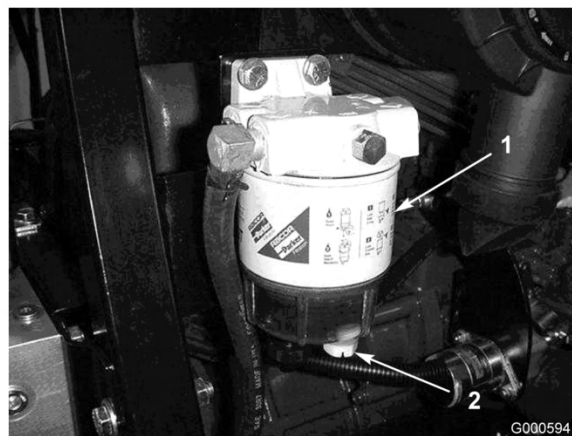

Figure 37
Vidangez chaque jour l'eau ou autres impuretés qui se trouvent dans le séparateur d'eau (Figure 37).
2. Dévissez le bouchon de vidange en bas de la cartouche du filtre (Figure 37). Revissez le bouchon quand la vidange est terminée.